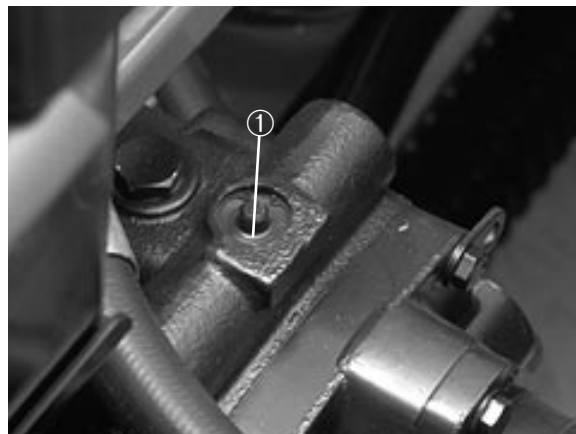

Fig. 18
1. Bypass-ventilen sidder ovenpå den variable pumpe (Fig. 18). Drej ventilen 90° i en af retningerne, for at åbne den, så olien kan løbe udenom internt. Fordi olien løber udenom, kan maskinen flyttes—langsomt—uden at beskadige transmissionen.